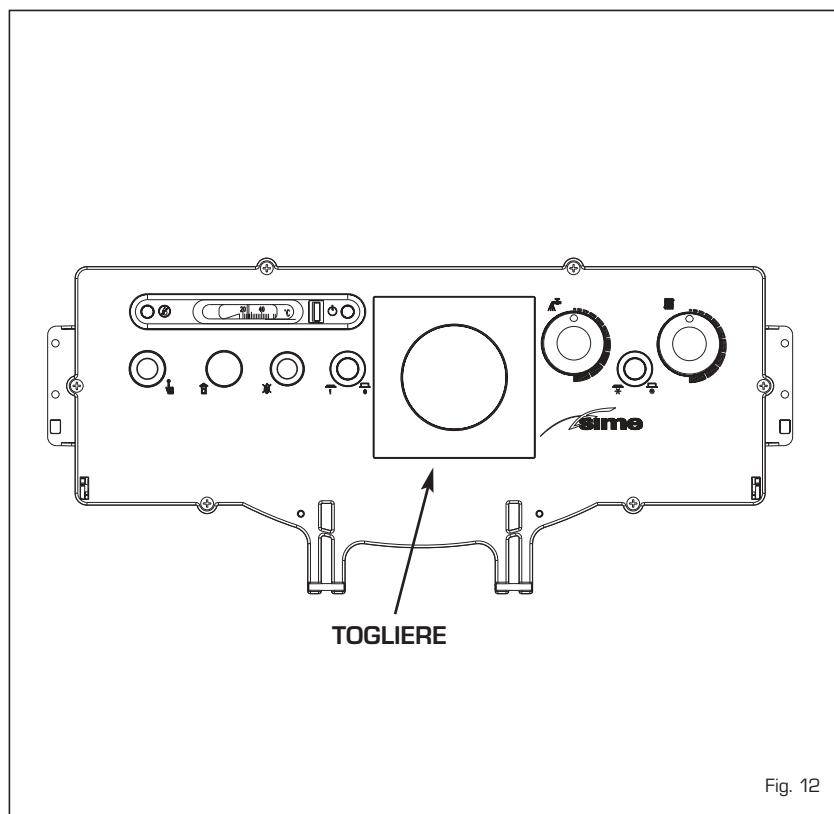

Fig. 12
4.1 CENTRALINA RVA 43.222 (optional) (fig. 12)
Il pannello di comando consente l'utilizzo della centralina RVA 43.222 (cod. 8096303), fornita in un kit a richiesta e corredata di foglio istruzioni per il montaggio (fig. 12).